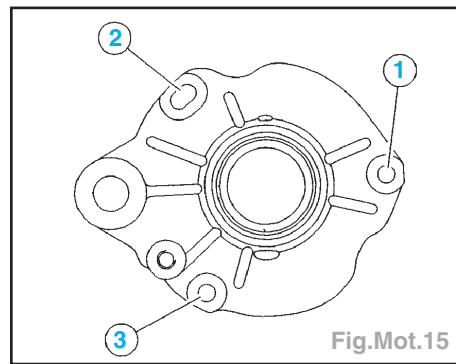

Fig.Mot.15
- Serrer en respectant l'ordre (Fig.Mot.15) :